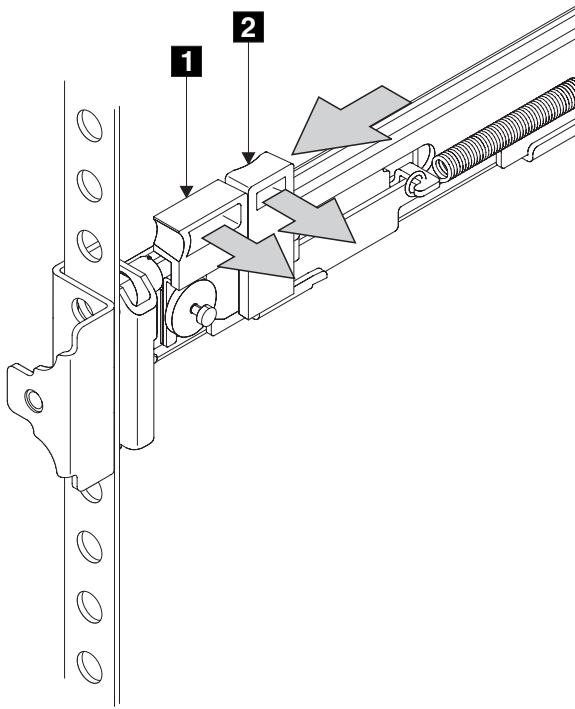

図40. ラッチ・ロック・キャリア・アセンブリーを閉じる
8. ラッチ・ロック **2** (56 ページの図 40) をレールから押し出して、キャリアを解放します。ラッチ・ロック・キャリアがラックの前方向にスライドし、位置決めピンが、前部フランジの穴と前部レール・ブラケットの穴を通して突き出ます。